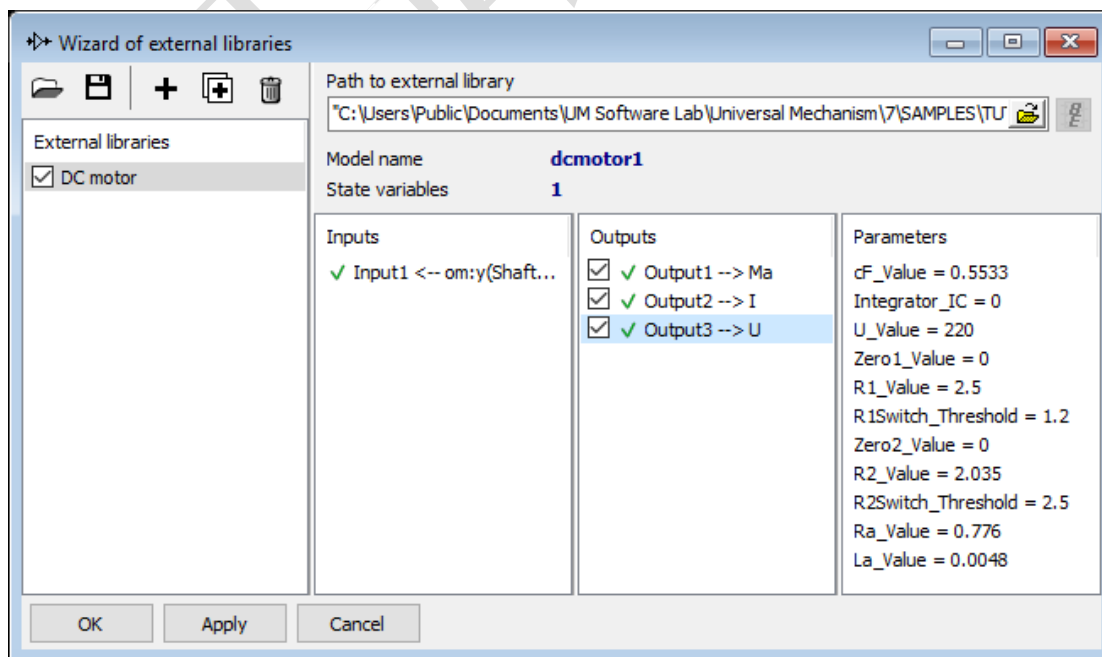

图 3.21
5. 双击 **Output3**，选择参数 **U**，点击 **OK**；最终参数设置如图 3.21 所示。